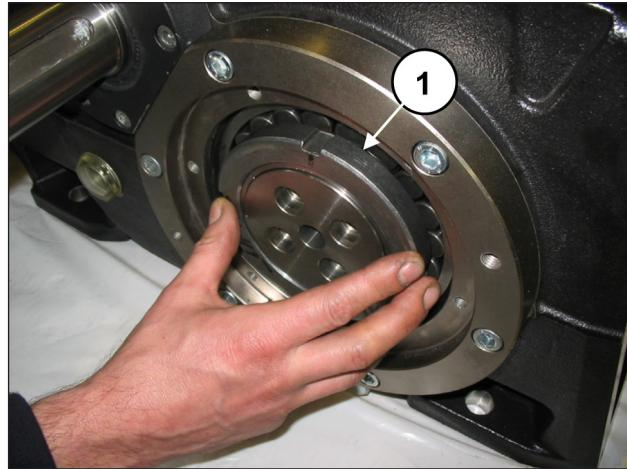
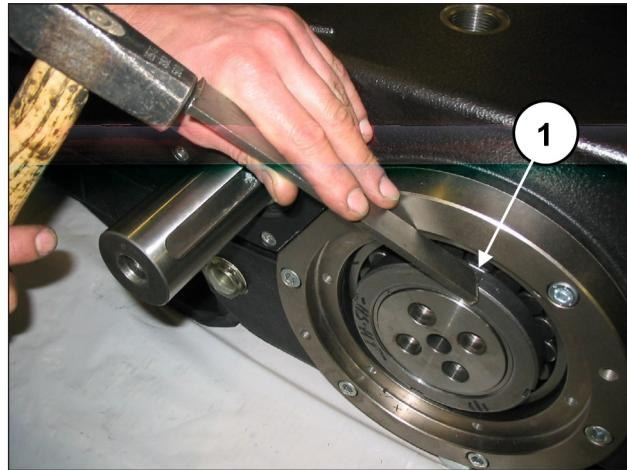

Fig. 15
Fig. 16
De um lado, aperte um anel do tipo SKF KM20 na bússola de pressão (pos. ①, Fig. 15), depois solte a bússola por meio de um martelo (pos. ①, Fig. 16), sem extraí-la.